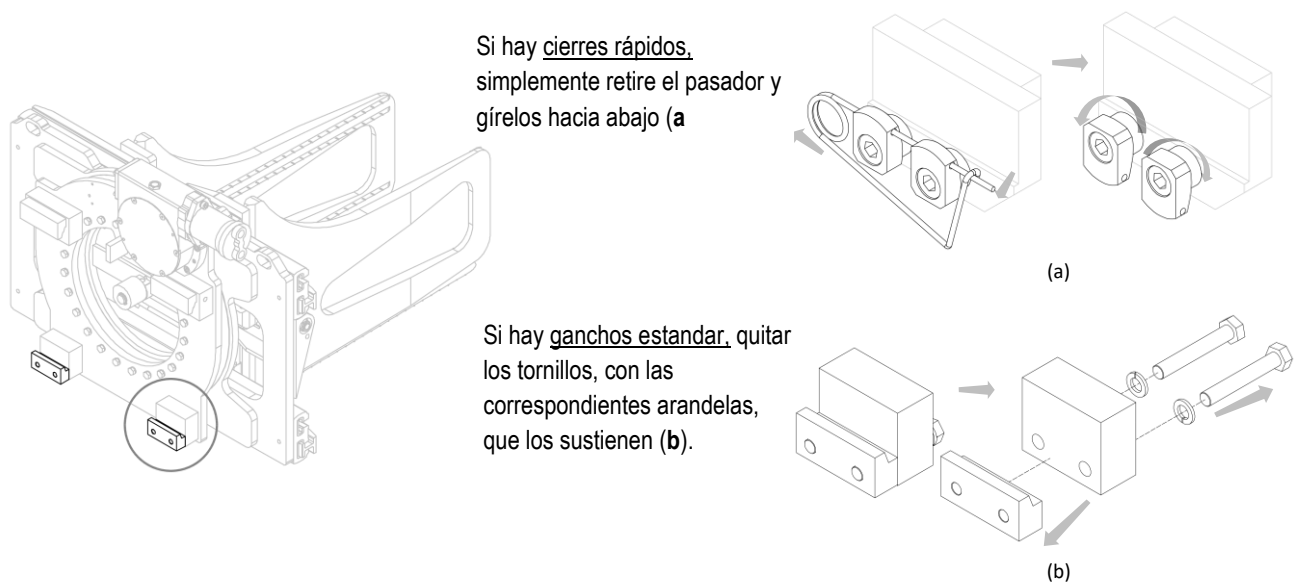

Figura 2
4. Quitar los ganchos inferiores del implemento (mira *Figura 2*).